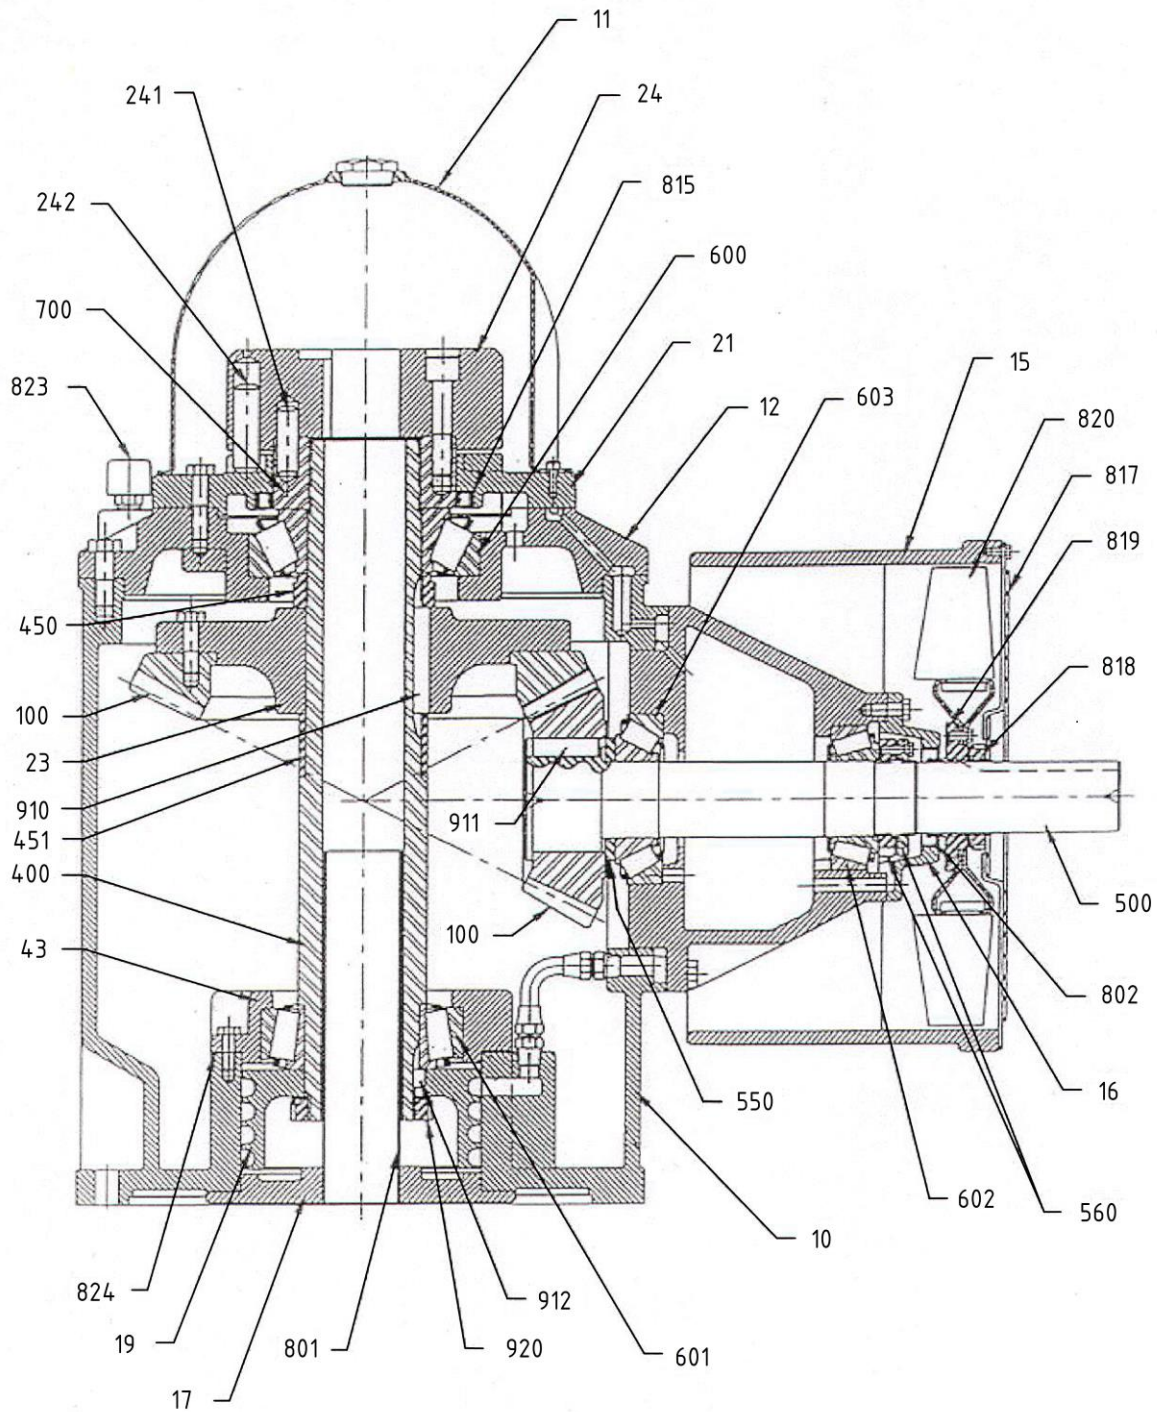

Figura 1 – Dibujo Seccionado Modelo P3
- 1.1 Tenga a la mano el dibujo seccionado del equipo durante el desensamble (Figura 1).